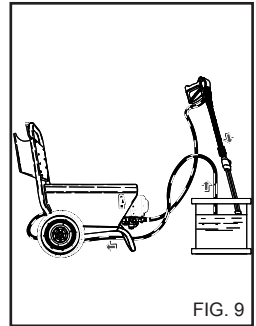

FIG. 9
- 1) Etter bruk med vaskemiddel må vannsystemet med høyt trykk skylles. La pumpen gå i 1 minutt med doseringskranen lukket igjen. (fig. 9).
4) Etter å ha brukt maskinen med vaskemiddel skyller du oppsugingskretsen: putt oppsugingsrøret (fig. 9) i en beholder med rent vann og la pumpen virke i 1 minutt, og linsen i fasen for utføring av vaskemiddel.